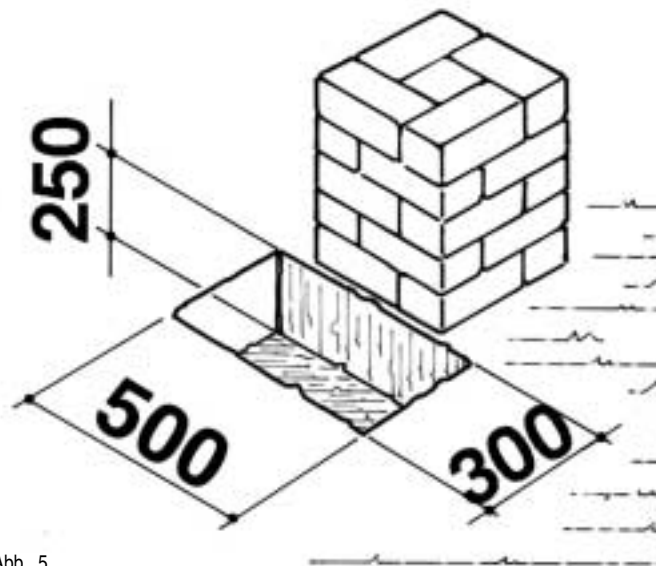

Abb. 5
- Den Aushub entlang des Torpfahls gemäß den auf der Abbildung angegebenen Maßen ausführen. Hierbei muß die Scharnierachse mittig zu Maß 500 liegen (Abb. 5).